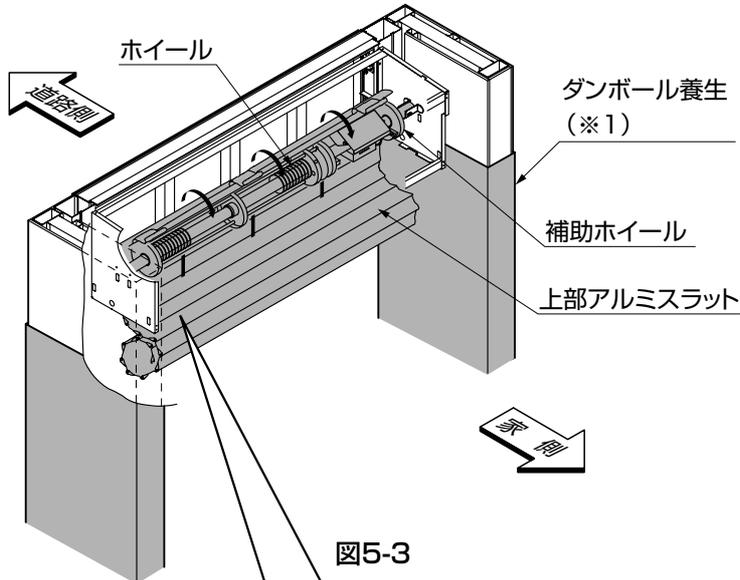

図5-3
- ① 上部アルミスラットを、ブラケットのスラットガイドに下から通して、ホイールまで引き上げてください。(図5-3参照)
- あらかじめ側壁や地面の部分を梱包のダンボール(※1)などで養生してください。(図5-3参照)